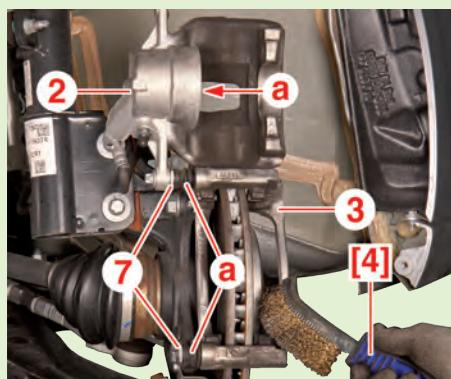

Fig.8
- A l'aide d'une brosse métallique [4], nettoyer (Fig.8) :
- le support d'étrier (3),
- l'étrier de frein (2).